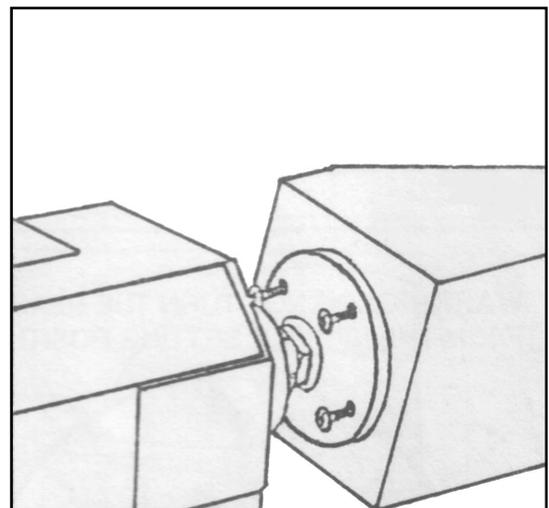

Figura 22 – Configurazione con piattello.
3. Montare il pezzo da lavorare sul piattello porta-pezzo utilizzando 4 viti da legno in ottone con testa piatta (Figura 22).